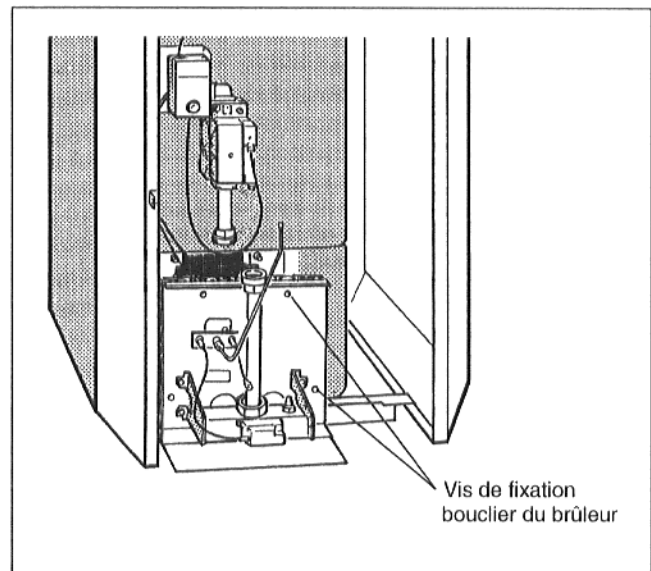

Fig. 40 Démontez le brûleur
- Dévisser la vis de fixation du bouclier du brûleur et extraire le brûleur (Fig. 40).